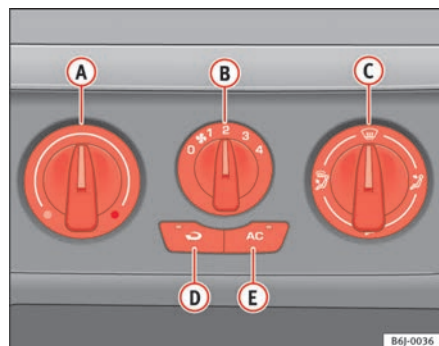

Fig. 87 Comandos do aquecimento no painel de instrumentos
- Rodar o regulador da temperatura ⇒ fig. 87 **A** para a esquerda.
- Rodar o regulador da temperatura ⇒ fig. 87 **A** para a direita, até ser atingido o nível de aquecimento pretendido.
- Rodar o regulador da temperatura ⇒ fig. 87 **A** para a direita, até ao nível máximo de aquecimento.
- Rodar o regulador da temperatura ⇒ página 126, fig. 87 **A** para a zona do aquecimento.